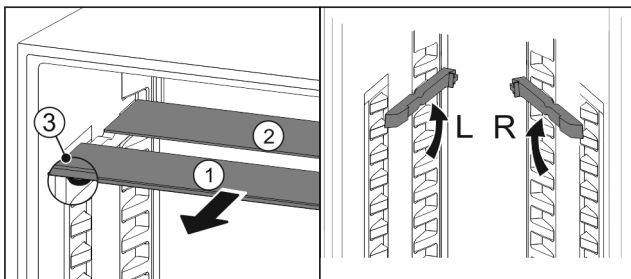

Fig. 84
- estrarre i ripiani di vetro singolarmente tirando in avanti Fig. 84 (1).
- Il piano in vetro Fig. 84 (1) con il motivo ornamentale è nella parte anteriore.
- I fermi Fig. 84 (3) sono rivolti verso il basso.